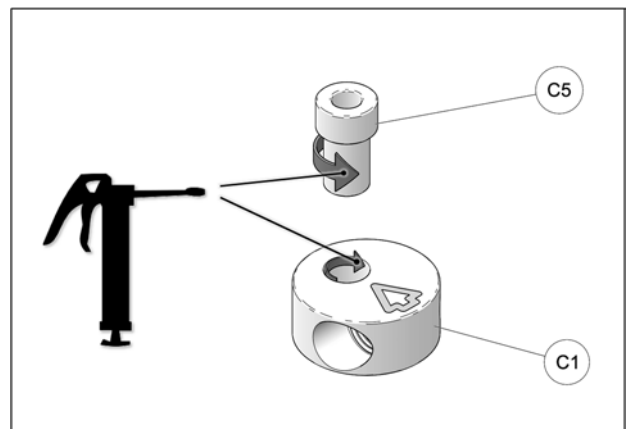

Fig. 24
- Apply grease evenly all around step spacer bushing (C5) and in hole of aluminum disk (C1) when assembling these parts together. See Fig. 24
12. Les bagues espaceurs (C5) doivent être graissées. Appliquer une couche de graisse uniforme sur toute la circonférence de la bague espaceur et dans le logement du disque en aluminium (C1). Fig. 24